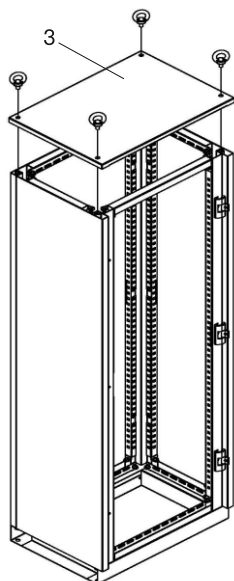

Рисунок 9 – Установка крыши
10.1 Установить крышу (позиция 3) на каркас и закрепить при помощи четырёх рым-болтов (рисунок 9).